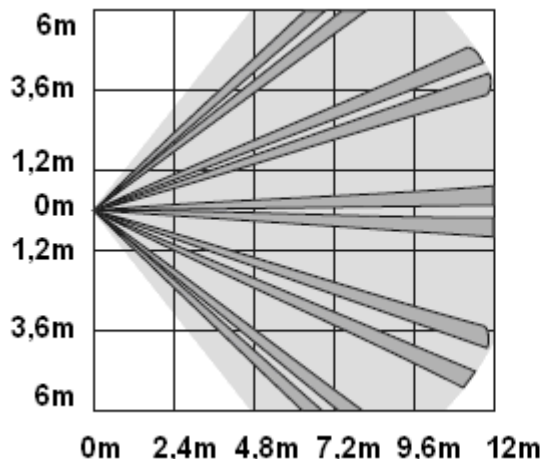

Fig.4 - Vista in pianta - Top view
Selezionare la posizione più adatta a rilevare la presenza di un intruso. Fare riferimento al diagramma di copertura (Fig.4 e Fig.5). Si tenga conto che il rivelatore è più sensibile al movimento trasversale nel suo campo di azione piuttosto che al movimento in senso radiale (in allontanamento o in avvicinamento).
*Choose a location most likely to intercept an intruder. See detection pattern Fig.4 and 5. The PIR sensor detects motion crossing the beam; it is slightly less sensitive detecting motion toward the detector.*